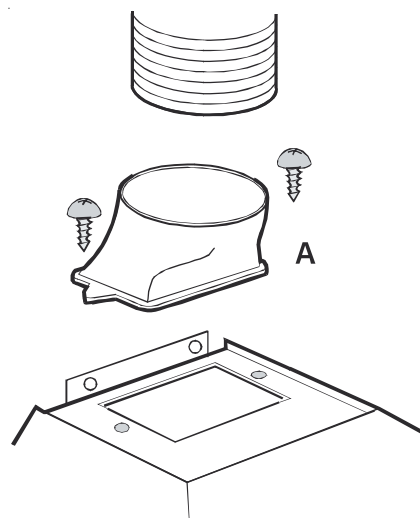

Рис. 1
- В этом режиме дым выводится наружу через **шланг**, который должен подключаться к соединительному фланцу **А**. **Рис. 1**.